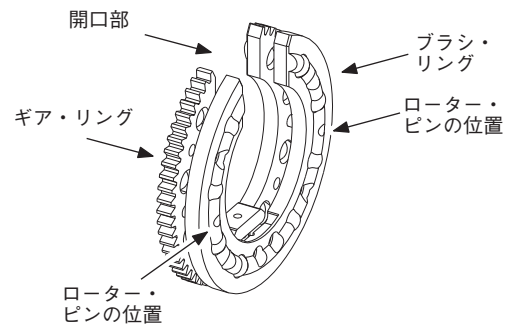

図 39：作業台上にローターを設置する
2. 清潔で乾燥した面にローターを置きます。その際、ローター開口部を上向きにします。2本のローター・ピンが確認できる程度にギア・リングをブラシ・リングから離します。図 39 をご参照ください。